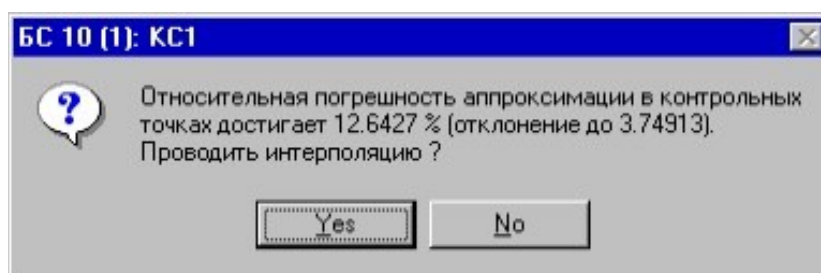

Рисунок 16.13 Пример результата тестирования
2. Выдается результат тестирования на известных точках (рисунок 16.13), нажмите *Да* или *Yes* (клавишу *Enter*)